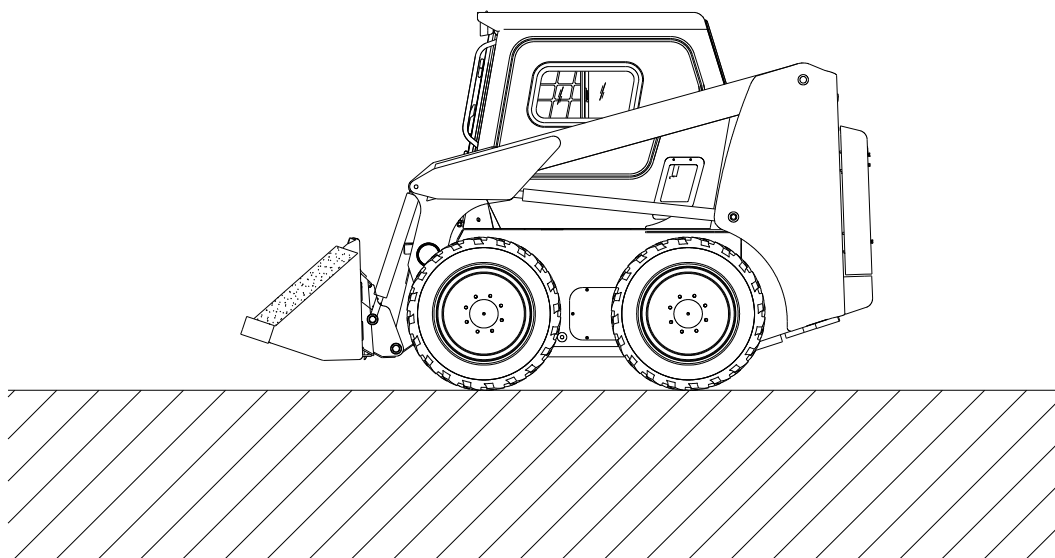

Fig. 22 Транспортировка
3. Удерживайте ковш на расстоянии 300 мм от земли во время перевозки груза (как показано на Рис. 22).